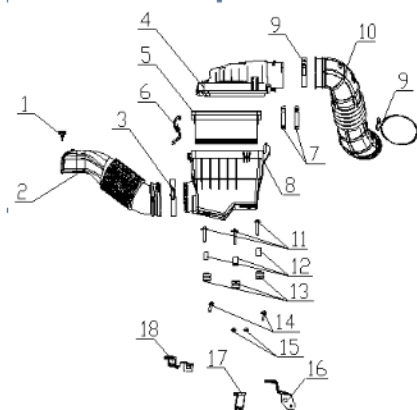

图 1
1、进气系统空气滤清器的拆卸/安装步骤 (图 1)
2、空气滤清器滤芯的更换 (图 1)
3. 进气软管的更换（图 1）
二、进气导流管的拆卸与安装（图 1）
三、空滤安装支架的拆卸与安装（图 1）